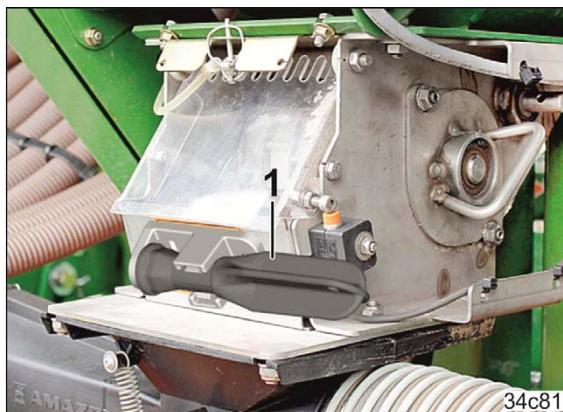

Fig. 179
7.1 Retirar la llave (Fig. 179/1) del soporte de transporte.